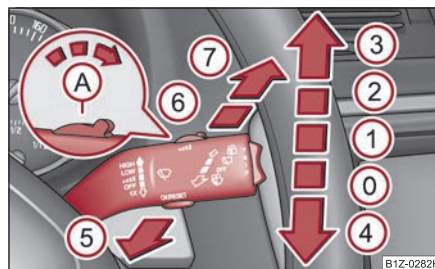

Fig. 70 Maneta de acționare a ștergătoarelor de parbriz
Maneta de acționare a ștergătoarelor ⇒ fig. 70 are următoarele poziții:
- Când ștergătoarele funcționează încet ② sau rapid ③ ⇒ pagina 68, fig. 70 și viteza de deplasare se reduce sub 4 km/h, se va comuta automat pe o treaptă imediat inferioară. La creșterea vitezei peste 8 km/h se va relua ștergerea existentă anterior.
Pentru spălarea farurilor, după fiecare prima și a cincea spălare a parbrizului se vor spăla și farurile; pentru aceasta farurile trebuie să fie aprinse și maneta de acționare a ștergătoarelor de parbriz trebuie să fie menținută cca. 1 secundă în poziția ⑤ ⇒ pagina 68, fig. 70.
- Apăsați apoi în interval de 20 secunde maneta ștergătoarelor în poziția ④ ⇒ pagina 68, fig. 70 - brațele ștergătoarelor adoptă poziția de service. ►